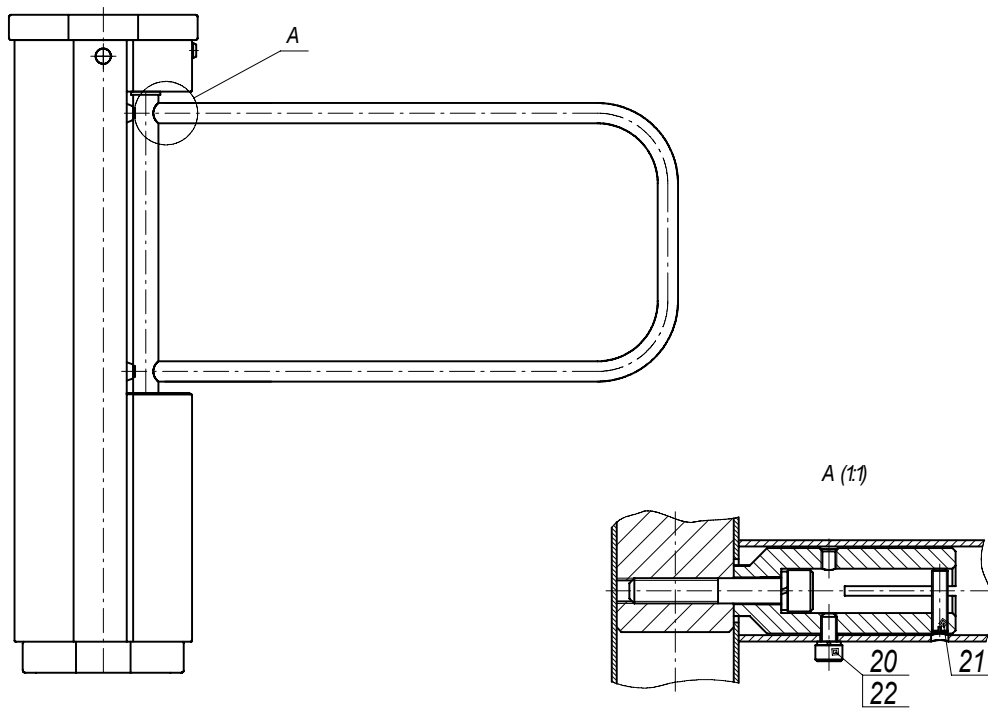

Рис.3
- установить и зафиксировать створку болтами поз.20 и винтами поз. 22 согласно рис.3. Винты 22 стопорить краской или клеем БФ-4.;